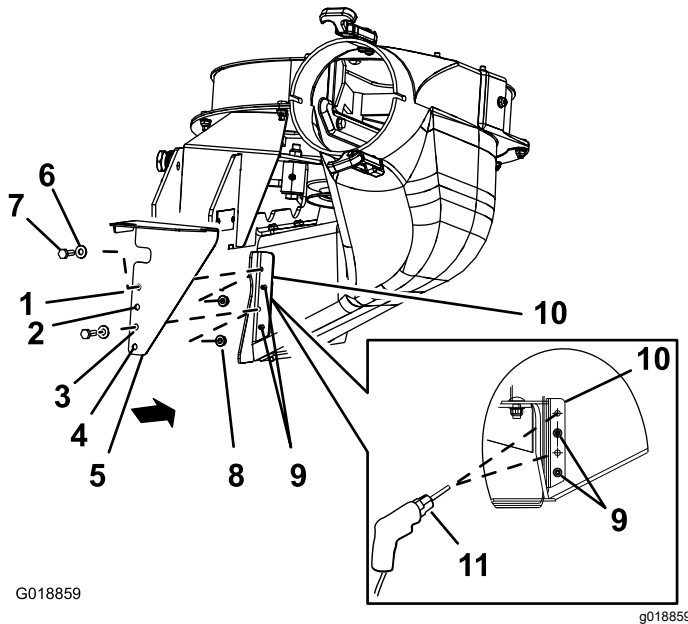

Figura 17
1. Allineate la protezione inferiore CE alla staffa del camino del soffiatore come mostrato in (Figura 17).
2. Allineate il foro 2 e il foro 4 della protezione inferiore CE alle code dei rivetti che sporgono dalla staffa del camino del soffiatore (Figura 17).
3. Segnate il profilo del foro 1 e del foro 3 della protezione inferiore CE sulla staffa del camino del soffiatore e rimuovete la protezione CE (Figura 17).
5. Praticate fori da 7 mm sulla staffa del camino del soffiatore sui 2 segni punzonati al centro (Figura 17).
1. Allineate la protezione inferiore CE con la staffa del camino del soffiatore (Figura 17).
2. Allineate il foro 2 e il foro 4 della protezione inferiore CE con le code dei rivetti che sporgono dalla staffa del camino del soffiatore (Figura 17).
3. Fissate la protezione inferiore CE al soffiatore con 2 bulloni a testa esagonale (1/4" x 3/4"), 2 rondelle e 2 dadi di bloccaggio (1/4") attraverso il foro 1 e il foro 4 della protezione CE (Figura 17).